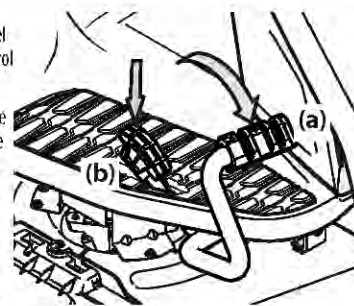

Figura 27
2. Para conducir HACIA ADELANTE, presione lentamente el pedal de marcha adelante (a) hasta alcanzar la velocidad deseada. Consulte la Figura 27.
3. Para conducir MARCHA ATRÁS, verifique que el área de atrás esté despejada; luego presione lentamente hacia adelante el pedal de marcha atrás (b) hasta alcanzar la velocidad deseada. Consulte la Figura 27.